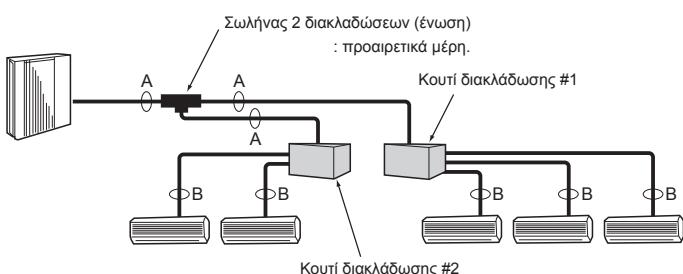

Fig. 4-4
4.3.2. Σύνδεση με κουτί διακλάδωσης (Fig. 4-4)